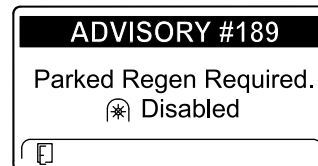

Figure 45
- Si vous n'effectuez pas de régénération en stationnement dans les 2 heures, l'InfoCenter affiche qu'une régénération en stationnement est nécessaire – prise de force désactivée AVIS N° 189 (Figure 45).